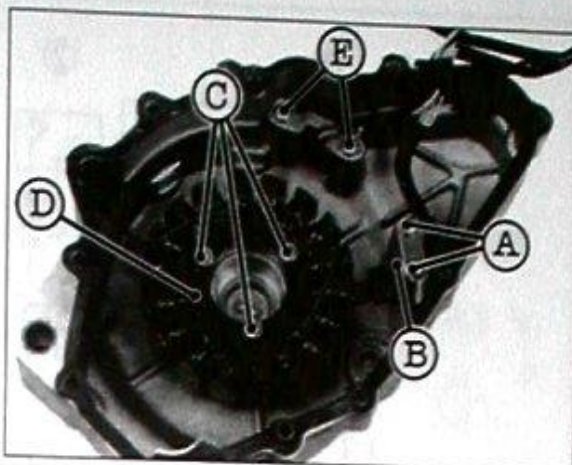

Bild 107
- Befestigungsschrauben «A» Bild 107 ausdrehen und Kabelhalter «B» abnehmen. Stator «D» nach Ausdrehen der Innensechskantschrauben «C» abnehmen. Befestigungsschrauben «E» ausdrehen und Pickup ausbauen.